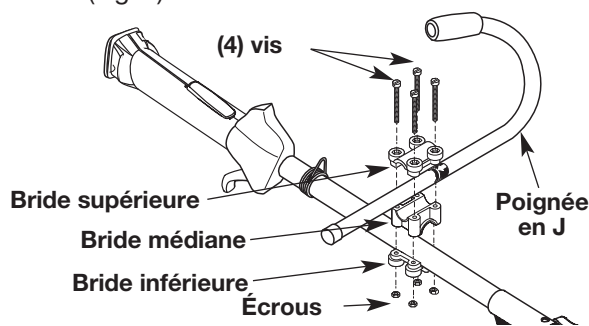

Fig. 1
1. Placez la poignée en J entre les brides supérieure et médiane (Fig. 1).